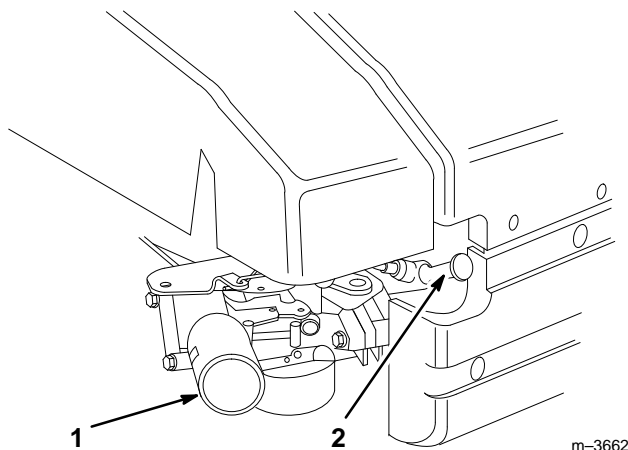

Abbildung 11
1. Das Zündkabel auf die Zündkerze drücken (Abb. 11).
4. Die Kaltstarthilfe drei (3) Mal betätigen (Abb. 11).
1. Den Motor abstellen und warten, bis alle Teile stillstehen. Das Kabel von der Zündkerze abziehen (Abb. 11).
1. Motor abstellen und das Kabel von der Zündkerze abziehen (Abb. 11).